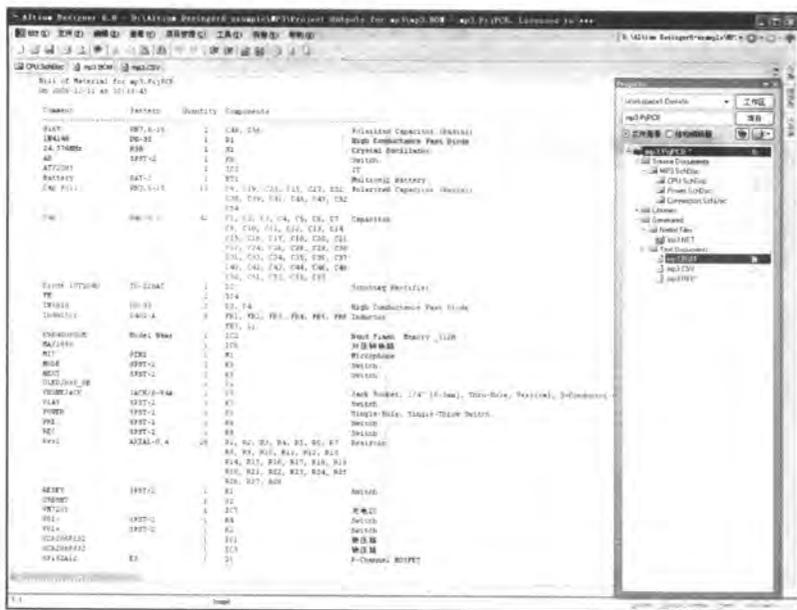

图 6-16 简易元器件报表
- [4] 在原理图编辑环境中，执行【Report】/【Simple BOM】命令，则系统同时产生了 2 个文件，即“mp3.BOM”与“mp3.CSV”，并加入到项目中。两个文件的内容大体相同，都简单直观地列出了所有元器件的序号、描述、封装形式、数量等，如图 6-16 所示。